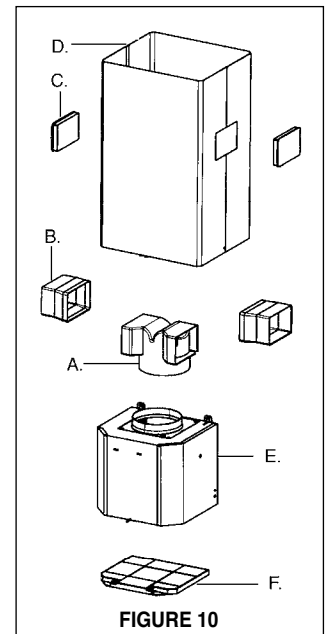

FIGURE 10
Installations sans conduit requièrent le **Kit Pour Conversion Du Conduit (FIGURE 10)**. N'utilisez pas le REGISTRE ROND (N de la FIGURE 1) pour les Installations sans conduit. Jeter le COUVERCLE CHEMINÉE INFÉRIURE (B de la FIGURE 1) et remplacer avec le couvercle de cheminée inférieure avec trous d'échappement d'air dans le **Kit Pour Conversion Du Conduit (D de la FIGURE 10)**.
Illustré à la FIGURE 10, mettre le DUCTLESS DIVERTER (A) dans l'ouverture d'échappement de la EASY CUBE (E). Mettre le DUCTLESS DIVERTER EXTENSION HORIZONTAL (B) dans le DIVERTER (A).
Pour installations sans conduit, aligner les DUCTLESS DIVERTER EXTENSIONS HORIZONTAL (B de la FIGURE 10) avec les trous d'échappement d'air dans COUVERCLE CHEMINÉE INFÉRIEURE (D de la FIGURE 10) et installer les VENT GRIDS (C de la FIGURE 10).
Pour installations sans conduit, installer le FILTRE AU CHARBON (F de la FIGURE 10). Voyez FIGURE 14